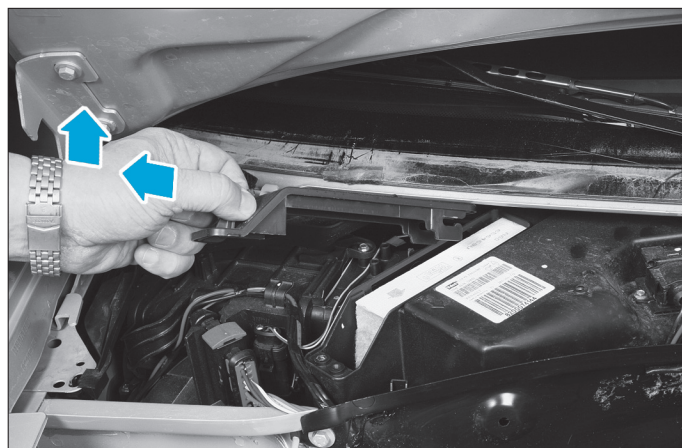

Fig. 3
- le couvercle du boîtier de protection du filtre (Fig.3).